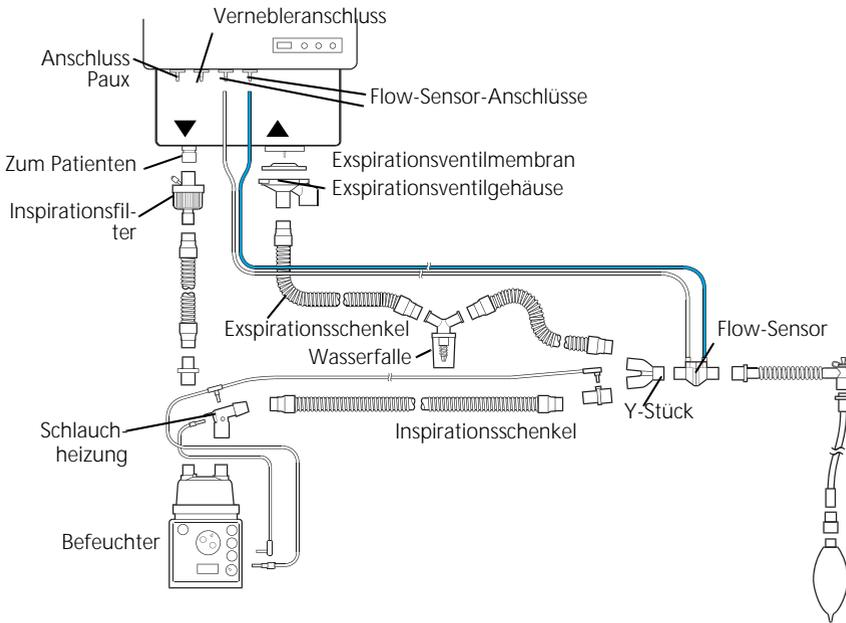

Abbildung 2-5. Beatmungsschlauchsystem zur Verwendung mit der Schlauchheizung für Inspirationschenkel (für pädiatrische/erwachsene Patienten)
2. Setzen Sie das Beatmungsschlauchsystem zusammen. Abbildung 2-5 bis Abbildung 2-8 zeigen vier typische Systemkonfigurationen. Bestellinformationen finden Sie in Anhang F oder dem HAMILTON MEDICAL Produktkatalog. Befolgen Sie die Anweisungen für die verschiedenen Komponenten.